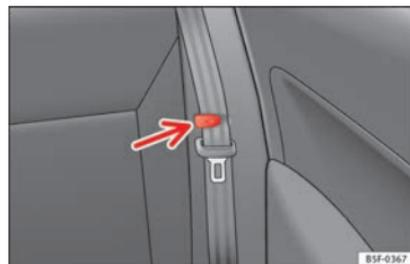

Fig. 150 Pinza para sujetar el cinturón de seguridad.
- Coloque los cinturones de seguridad laterales en la pinza del revestimiento »» fig. 150.